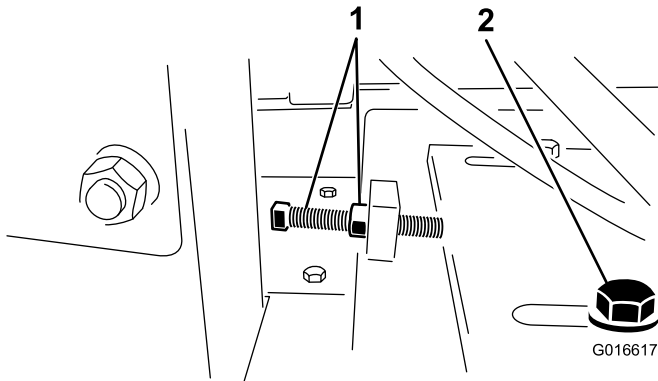
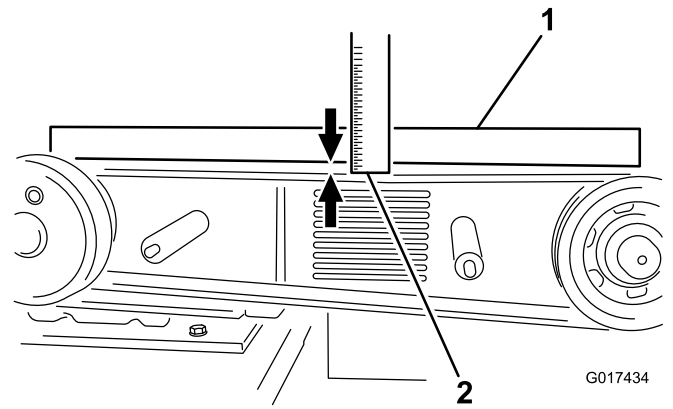

**Figura 25**
**Figura 26**
5. Allentate i 4 bulloni di montaggio della piastra del motore e i 2 bulloni che fissano la parte posteriore del copricinghia al motore (Figura 25 e Figura 26).
6. Allentate il bullone di tensione della cinghia e il controdado. Fate scorrere il motore verso l'alloggiamento del volano per allentare la cinghia (Figura 26).
6. Allentate il bullone di tensione della cinghia e il controdado e fate scorrere il motore verso l'alloggiamento del volano per allentare la cinghia (Figura 26).